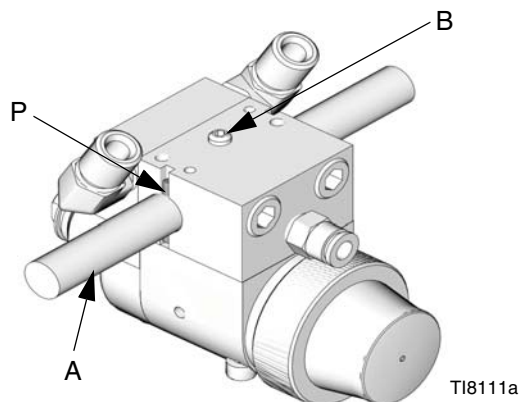

FIG. 3 : Montering på svängarm
1. Sätt i stängen (A) genom hålet i fördelningsröret enligt FIG. 3.